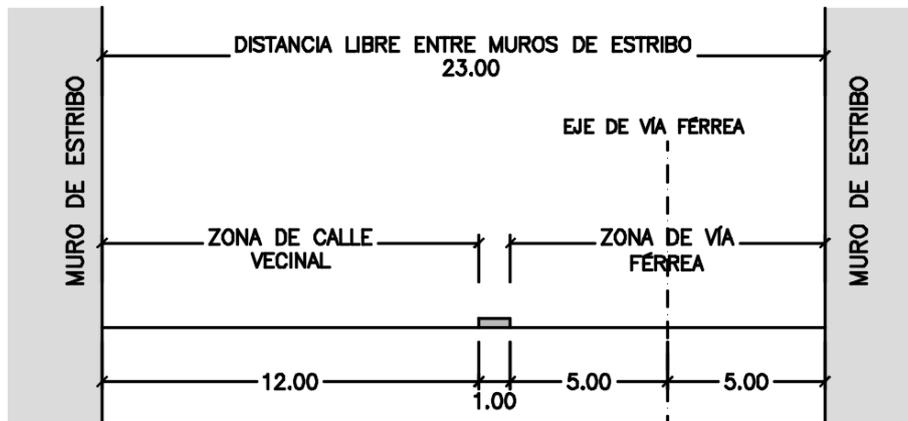

Figura 1
- El perfil inferior de la avenida y la vía férrea que se debe respetar se muestra en la *Figura 1*.